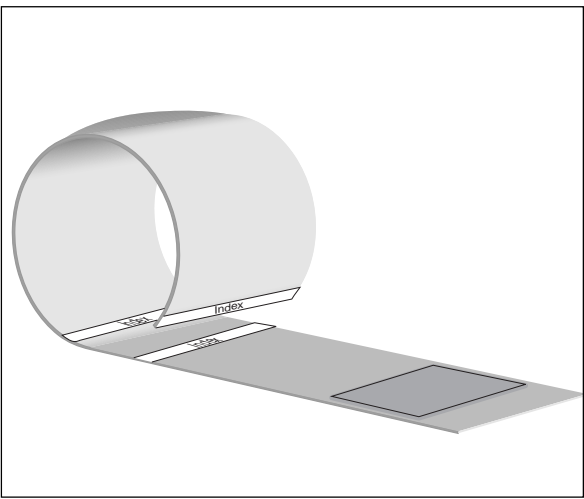

图 4-2 应用袖带
- 合拢袖带时，袖带末端的白色指示线应位于两条 **Index** 指示线之间（如果达不到，请重新选择袖带尺寸，图 4-2）。